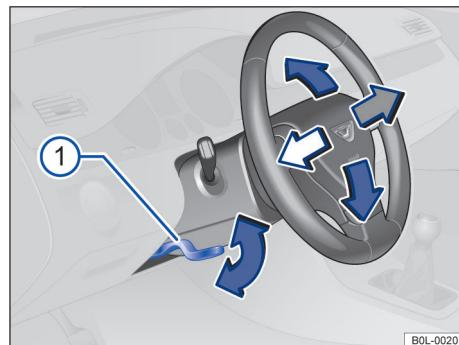

图 56 方向盘下部的转向柱饰板上：用于机械调节方向盘位置的操纵手柄
- 下推手柄 → 图 56 ①。
- 调整转向柱后务必上推手柄 → 图 56 ①，将其锁定，防止行驶中转向柱自行移位。